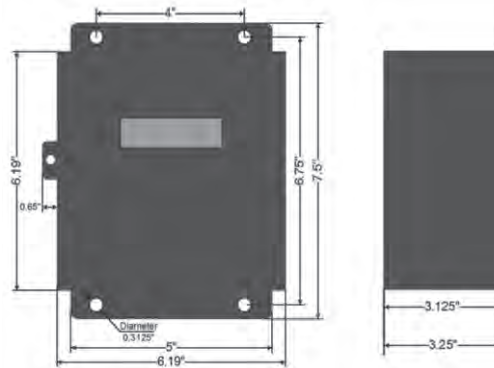

Figure 1 - Dimensions des boîtiers en acier
| Figure 1 : Dimensions des boîtiers en acier .....                                | 49 |
1. en acier reconnu par le Joint Industrial Council (JIC) pour les installations intérieures (figure 1);